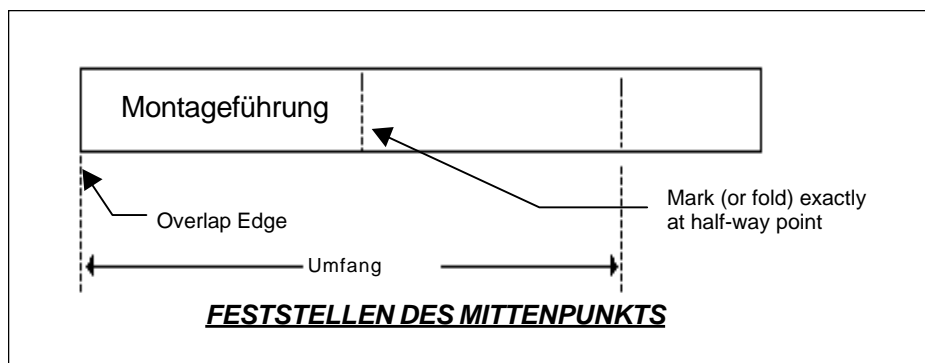

Abbildung 7
- Die Mylar Montageführung abnehmen und auf eine flache Oberfläche legen (Abbildung 7). Den genauen Abstand in der Mitte zwischen der überlappenden Kante und der Markierung an der Überlappung messen oder die Führung von der Überlappungskante zur Überlappungsmarkierung umklappen und eine Linie an der Falzkante ziehen (siehe unten).